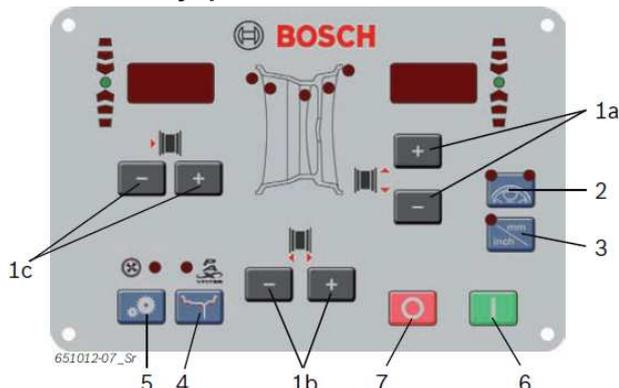

Рис. 6. Кнопки на панели управления / поле индикации (позиции расшифровываются в нижеприведенной таблице).
2. Выберите установленное расстояние между серединами ободов сдвоенных колес при помощи кнопки «-» или «+» для расстояния между серединами ободов сдвоенных колес (рис. 6, поз. 1).
4. Выберите установленную ширину обода при помощи кнопки «-» или «+» для ширины обода (рис. 6, поз. 1).
6. Выберите установленный диаметр обода при помощи кнопки «-» или «+» для диаметра обода (рис. 6, поз. 1).
2. Введите имеющееся в наличии количество спиц нажатием кнопок <-> или <+> (рис. 6, поз. 1).